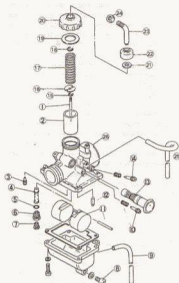
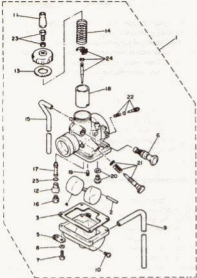
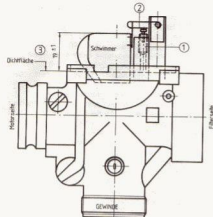
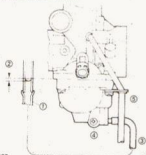

Bild 163
Bild 164
Bild 167
Bild 168
mer (bei geschlossenem Kraftstoffhahn) ablassen, indem man die Ablassschraube 4 in Bild 168 löst bzw. 8 in Bild 163 herauschraubt.
- 3 BZ-Clip, Bauteil 15 in Bild 163 bzw. Bauteil 24 in Bild 164
- Gasschieber, Düsennadel und Nadeldüse sowie der am Nadeldüsenhalter angebrachte O-Ring (Teil 5 in Bild 163) sind ausgesprochene Verschleisssteile. Beim Gasschieber merkt man das am «Klappen». Bei den anderen Teilen lässt sich Verschleiss nur vermuten, wenn Unregelmässigkeiten im Motorlauf zu beobachten sind.
- Vor dem Zusammenbau des Vergasers sind die in den Bildern 165 bis 167 gemachten Angaben zu überprüfen. Beim Vergaser für das neuere Modell lässt sich die Prüfung der Schwimmereinrichtung nur nach der in Bild 168 gezeigten Art vornehmen. Bei beiden Vergasern wird eine eventuell notwendige Korrektur durch Nachbiegen der Zunge 2 in Bild 167 ausgeführt.